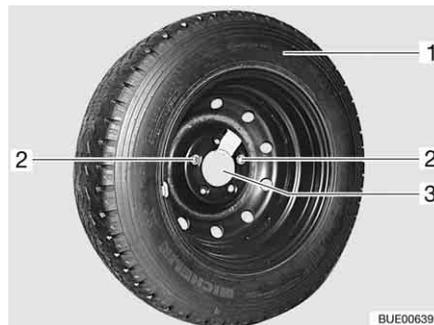

Bild 284 Ersatzrad-Halterung in der Heckgarage
- Die beiden Befestigungsschrauben (Bild 284,2) mit dem Bordwerkzeug herausdrehen und abnehmen.
- Das Ersatzrad (Bild 284,1) von der Halterung (Bild 284,3) abnehmen.